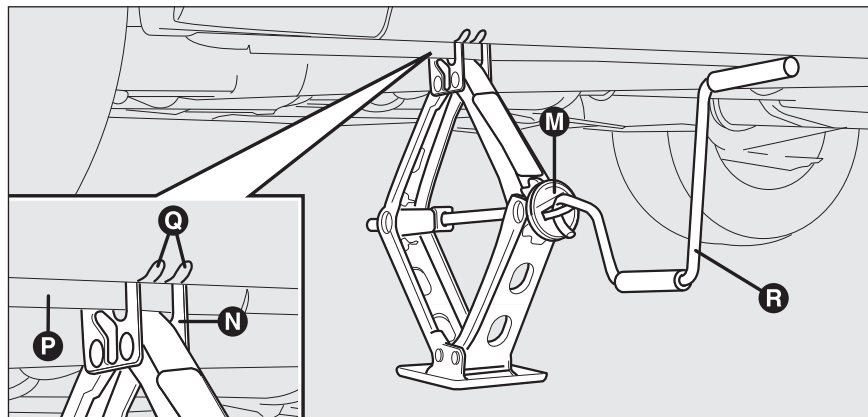

fig. 6
□ accione el dispositivo **M-fig. 6** para abrir el gato hasta que la ranura **N** en la parte superior del gato se introduzca correctamente en el perfil inferior **P** ubicado en el chasis en correspondencia a la indicación **Q** (a unos 72 cm del centro de la rueda delantera, o bien, a 75 cm del centro de la rueda trasera);
□ introduzca la manivela **R-fig. 6** para permitir accionar el gato y levante el coche hasta que la rueda se alce del suelo de algunos centímetros;
- ☐ accione la manivela **R-fig.6** para bajar el coche y quite el gato;